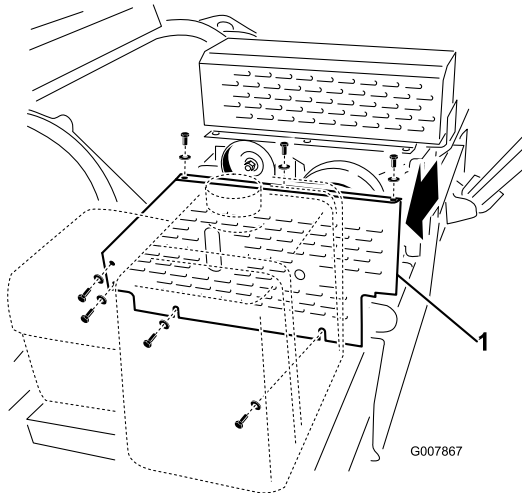

Bild 53
1. Entfernen Sie die Riemenabdeckung (Bild 53).